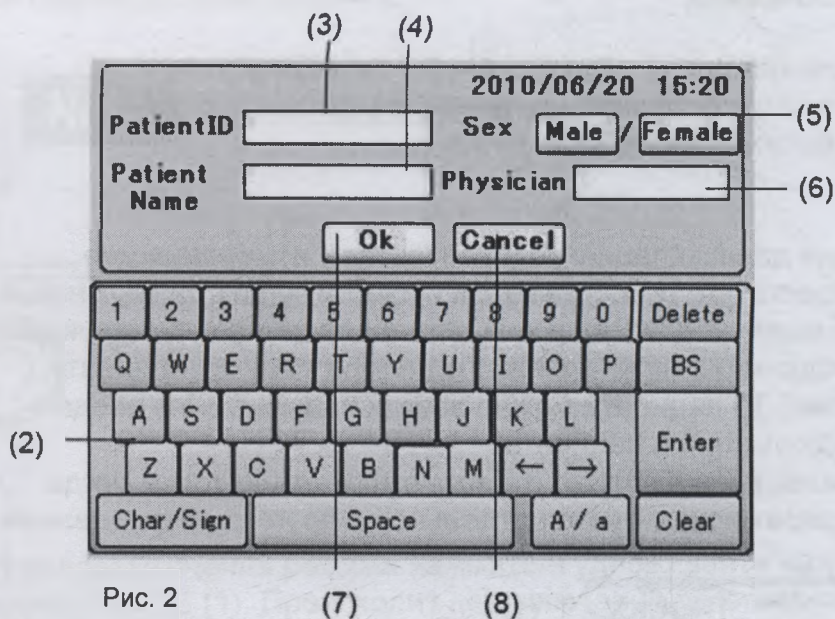

Рис. 2
- 1) Коснитесь кнопки “ID” в левом верхнем углу окна измерения в любом из режимов, чтобы открыть окно ввода информации о пациенте (Рис. 2).